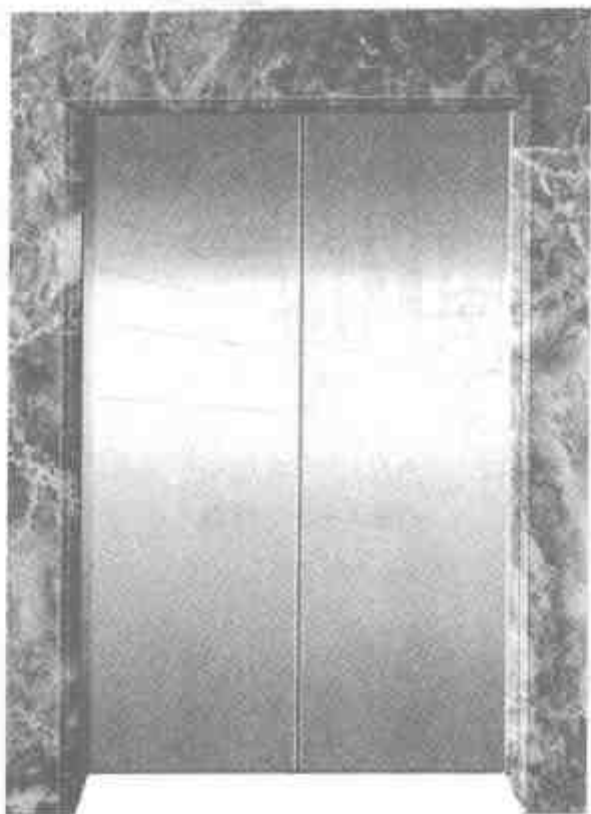

图7-4 层门
(1) 轿厢门。轿厢门是设在轿厢入口的门，由门、门导轨架、轿厢地坎等组成，可分为中分式、双折式、左开门或右开门等多种形式。
(2) 层门。层门是设在层站入口的门，又称厅门，如图 7-4 所示。层门设有机构，只有当轿厢停稳在某层位置上时，该层